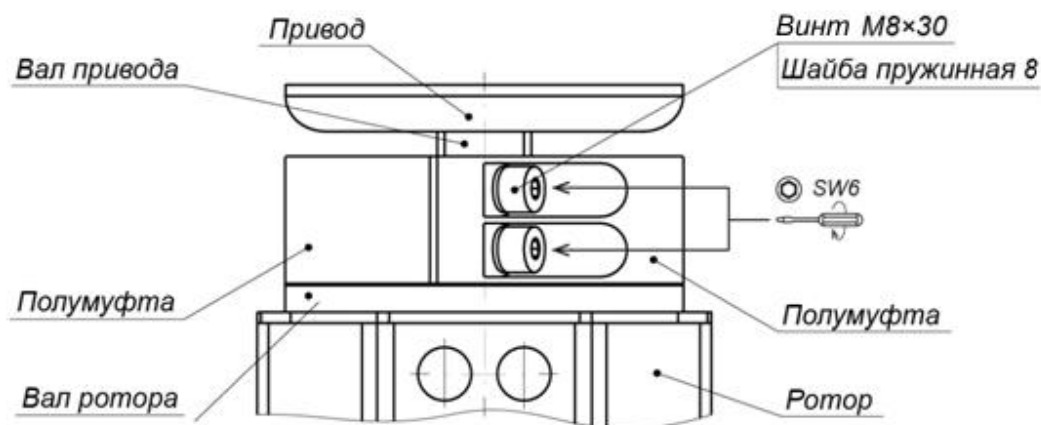

Рисунок 18. Муфтовое соединение вала привода исполнительного механизма с валом ротора
- Соедините верхний вал ротора с валом привода исполнительного механизма двумя полумуфтами и четырьмя винтами М8х30 с пружинными шайбами (ключ SW6) (см. рис. 18). Будьте осторожны, полумуфты имеют большой вес, не допускайте их падения во избежание травм!
2. Снимите полумуфты (см. рис. 18), отвернув 4 винта М8 муфтового соединения (4). Будьте осторожны! Удерживайте ротор и полумуфты от падения.